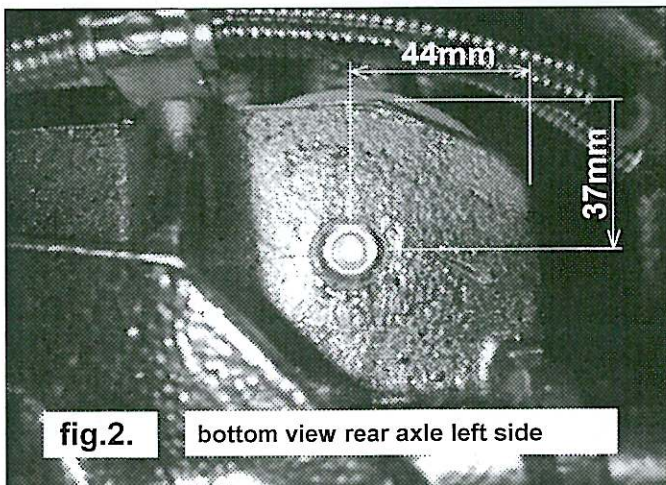

fig.2. bottom view rear axle left side
4. Boor een gat van 8.5mm in de achteras op de plaats van de bufferaanslag volgens fig.2.